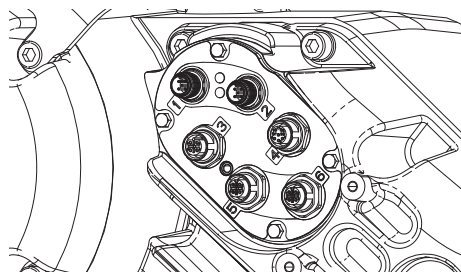

FIG. 40
- c. Lossa avlastningen (CG).
- d. Dra kablarna genom avlastningen (CG) och ur drivenhetshuset.
- e. Koppla bort kablarna som är anslutna till port 1–6 på sidan av drivenheten (AB), enligt FIG. 40.